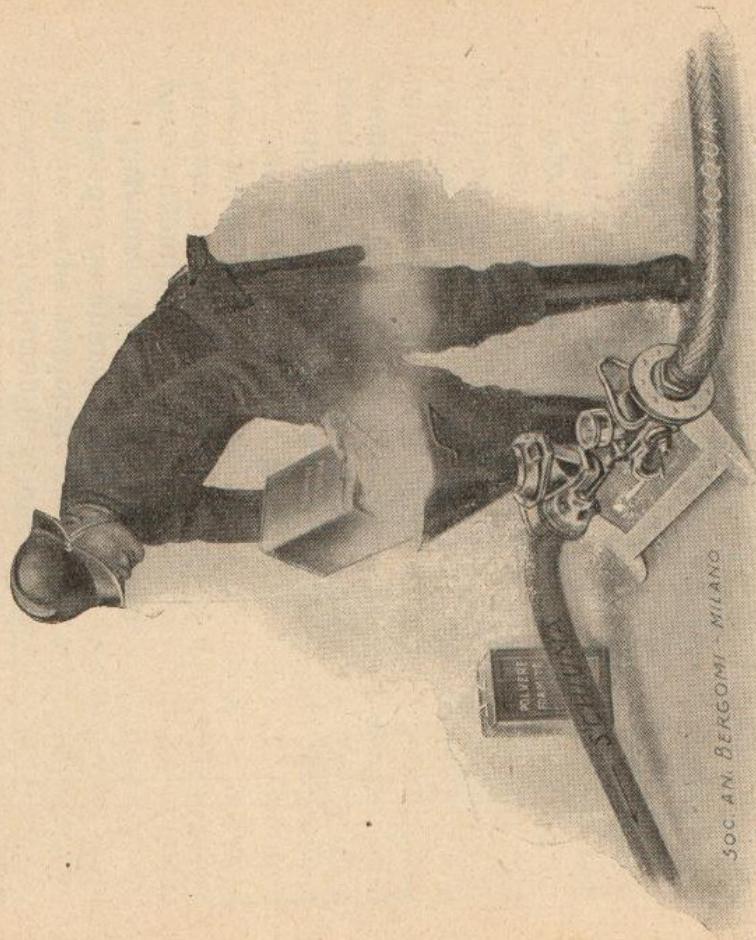

Fig. 77.
*Generatore a schiuma a getto continuo, (fig. 77).* — Ha particolare applicazione nei casi di grandi incendi